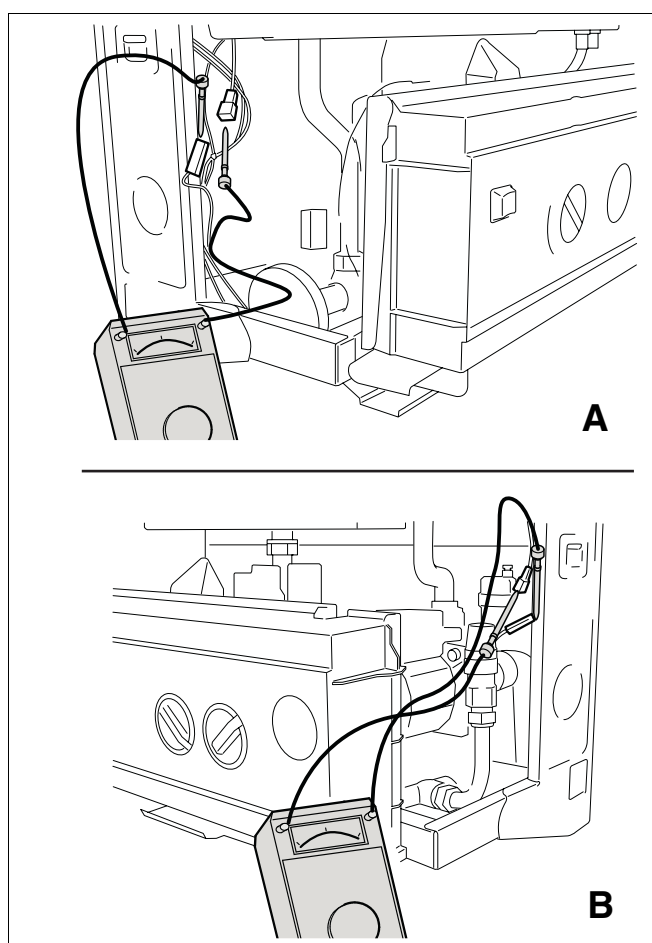

Fig. 25 Măsurarea curentului de ionizare
- Se scoate ștecherul electrodului de ionizare și se comută la mijloc aparatul de măsurare a curentului. La aparatul de măsură se alege domeniul μA (DC) (fig. 25).